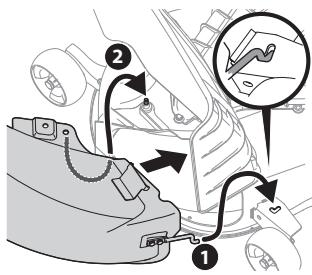

Figure 25
- Insérez la tige de montage dans le trou du montant de roue. Voir la Figure 25, 1.
- Enfilez le trou situé du côté gauche de la goulotte sur le goujon qui dépasse du plateau de coupe, comme illustré à la Figure 25, 2.